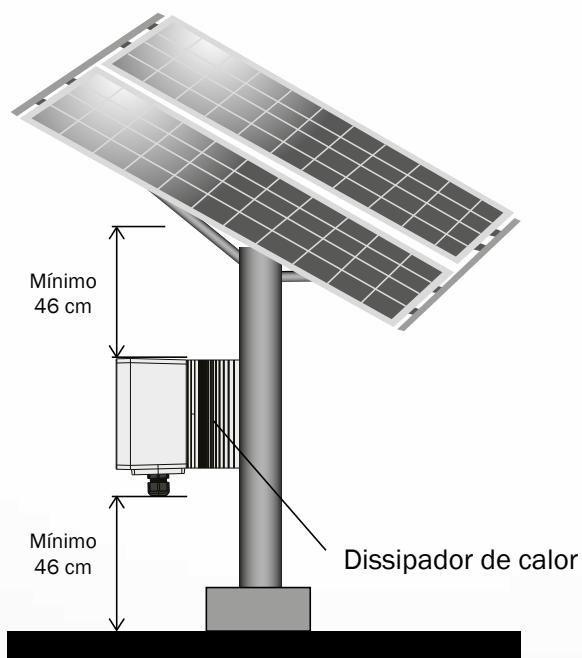

Figura 3: Posicionamento da unidade de controle
- A circulação de ar auxilia no resfriamento dos componentes elétricos internos. Por isso, é indicado deixar pelo menos 46 cm de distância acima e abaixo do Photon™ Drive, a fim de permitir o fluxo de ar e a consequente troca de calor. Caso a unidade de controle seja instalada abaixo do conjunto solar fotovoltaico, assegure-se que seja respeitada a distância indicada, conforme Figura 3.